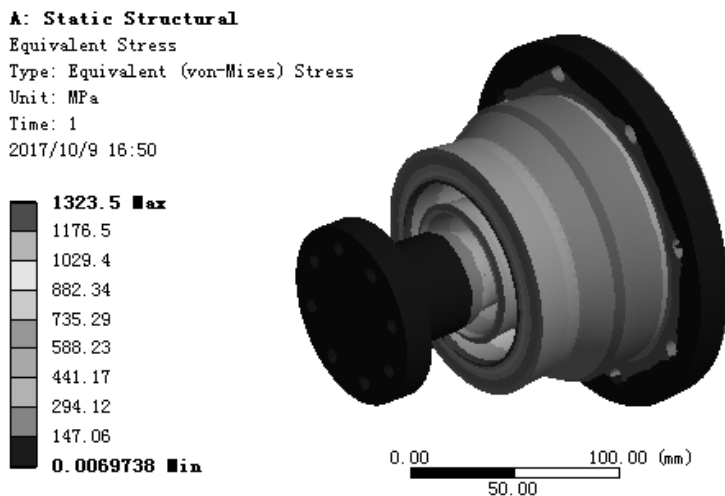

图 9.6.18 应力结果图解
(1) 求解分析。在顶部工具栏中单击  按钮求解分析。
(2) 查看应力结果图解。在“Outline”窗口中选中  Equivalent Stress，查看图 9.6.18 所示的应力结果，其最小应力为 0.0069738 MPa，其最大应力为 1323.5MPa。